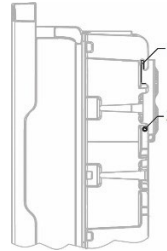

Fig. 8.2 : Fixer l'onduleur
- 3 Visser les vis (2x M5x14 mm) fournies dans les trous des deux côtés (Fig. 8.2 – Pos 2.) pour prévenir son soulèvement.
2 Insérer les connecteurs CC par paires dans les fiches de raccordement Plus CC et Moins CC (Fig. 8.2).